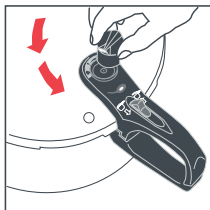

Fig.16
3. Tout en levant la soupape, essayez de la faire pivoter vers la gauche, vers le dessin du cercle traversé par un trait. Vous verrez que lorsque la soupape atteint la fente, vous pourrez la faire pivoter entièrement vers la position d'ouverture, soit le dessin du cercle traversé par un trait (Fig. 16).